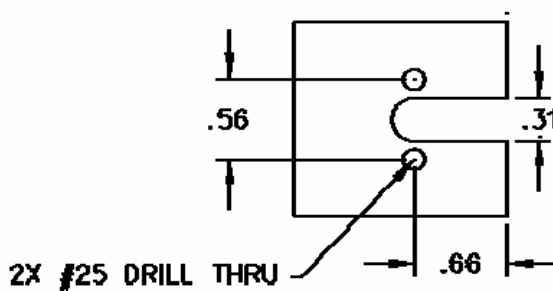

Рис. 3. Рекомендуемые размеры монтажной платы
1. Просверлите в монтажной плате два отверстия на #25 расстоянии 9/16 дюйма и слот диаметром 0.31 дюйма (см. рис. 3). «Плата должна иметь толщину 1/8 дюйма или менее.